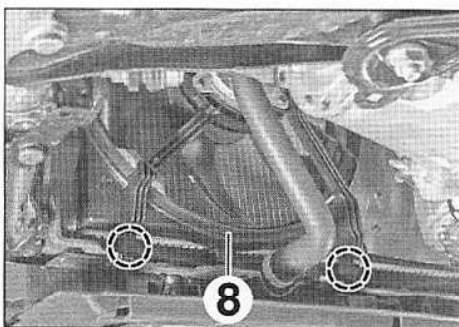

FIG.41
- Dégager le motoventilateur (8) de ses logements puis le déposer par le dessous du véhicule avec précaution (Fig.41).